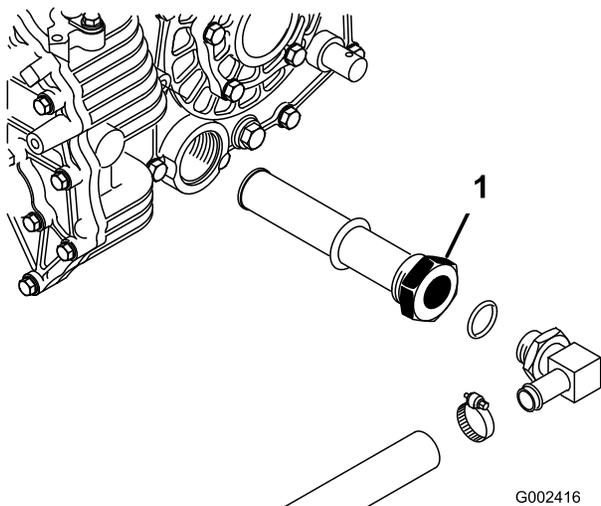

**Рисунок 72**
- Снимите сливную пробку с боковой стороны резервуара и дайте гидравлической жидкости стечь в сливной поддон (Рисунок 72).